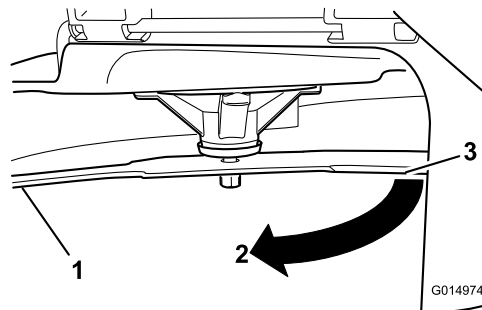

Figura 54
3. Distancia medida entre la cuchilla y la superficie (A)
4. Gire la misma cuchilla 180 grados de manera que el otro extremo esté en la misma posición (Figura 54).